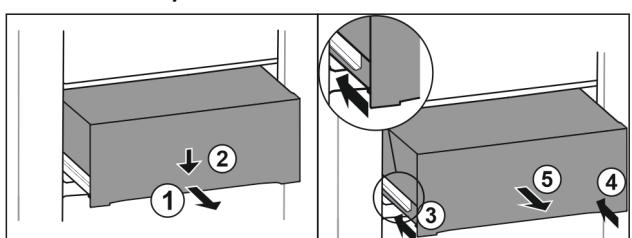

Fig. 108
- Vytiahnite zásuvku do polovice. Fig. 108 (1)
- Zatlačte zásuvku na prednej strane smerom nadol. Fig. 108 (2)
- Zasuňte ľavú koľajničku o cca 2 cm. Fig. 108 (3)
- Zasuňte pravú koľajničku o cca 2 cm. Fig. 108 (4)
- Odoberte zásuvku dopredu. Fig. 108 (5)